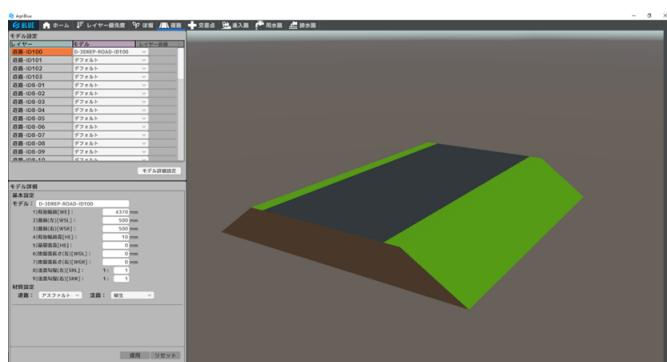

図2 道路の形状パラメータの設定画面
- ユーザーは各構造物の形状パラメータを変更することで、幅、高さ、法面勾配、隅切りなどを自在に編集が可能です(図2)。